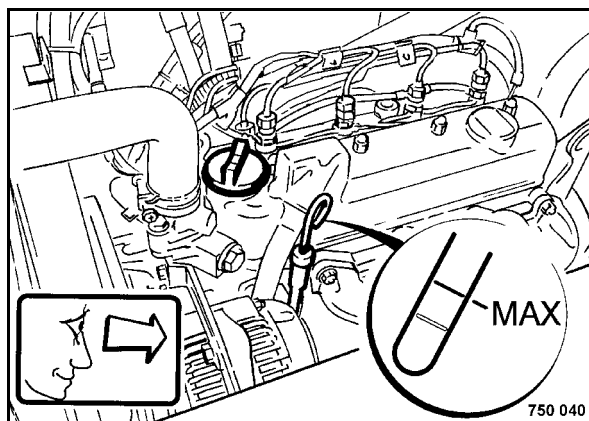

Рис. 87
- Вынуть указатель уровня масла (Рис. 87), вытереть его безволокнистой, чистой тряпкой и вставить до упора.